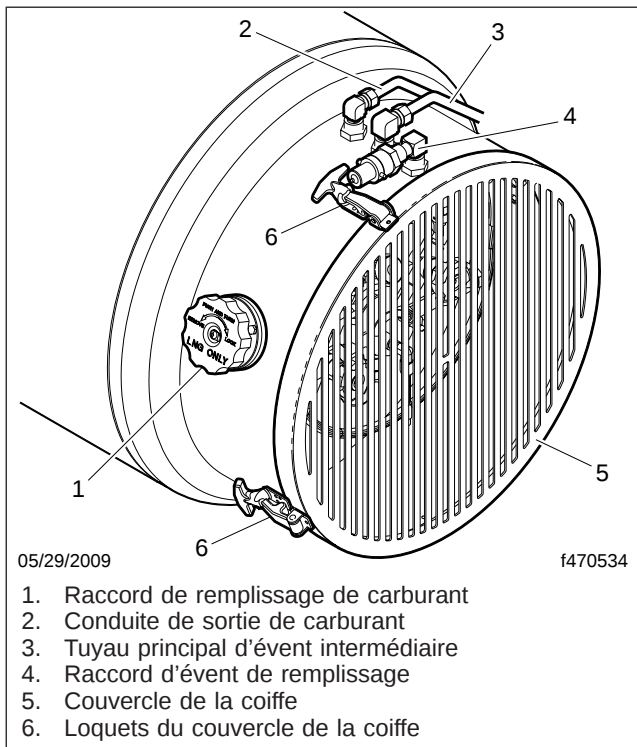

Fig. 19.2, Réservoir de GNL
2. Retirez le capuchon antipoussière du raccord de remplissage de carburant. Voir la figure 19.2.